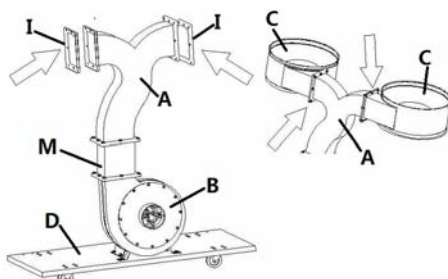

Рис. 7
- Далее установите два каркаса (C), две резиновые прокладки (I) на выходное отверстие, как показано на рис. 7.